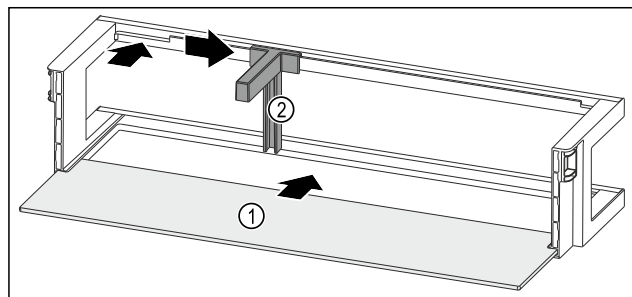

Fig. 96 Estantes en la contrapuerta con estante
- Introduzca el estante Fig. 96 (1) en los huecos laterales.
- Inserte el soporte para botellas Fig. 96 (2) en la entalladura.
- Deslice el soporte para botellas Fig. 96 (2) hacia un lado a la posición deseada.